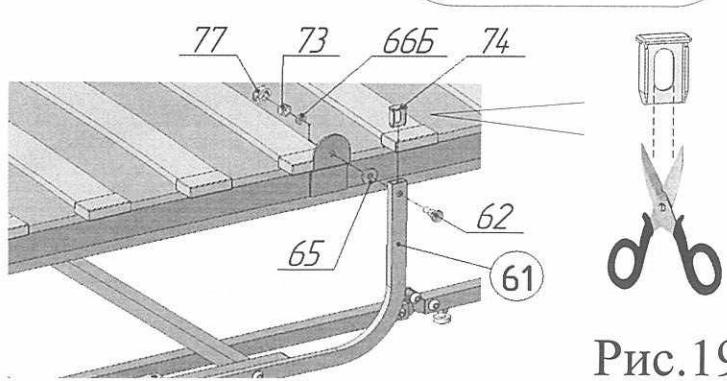

Рис.19.2
21. В тяги-уголки поз.61 вставить заглушки 10x20 поз.74, расширив подрезанием места прохождения спецвинта поз.62 (рис.19.2). Между тягой-уголком поз.61 и кронштейном рамы установить шайбу пластмассовую Ø10x18 поз.65 (рис.19.1). Присоединить к раме кровати концы тяг-уголков поз.61, с помощью спецвинтов малых поз.62,